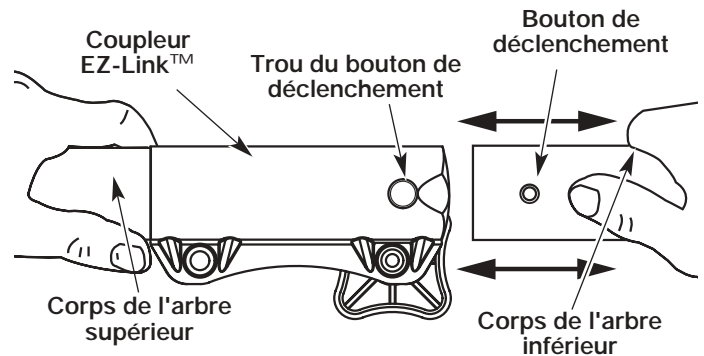

Fig. 12
3. Tenez fermement le corps de l'arbre supérieur et retirez l'accessoire de coupe ou autre du coupleur EZ-Link™ (Fig. 12).
2. Tenez fermement l'accessoire et enfoncez-le tout droit dans le coupleur EZ-Link™ (Fig. 12).